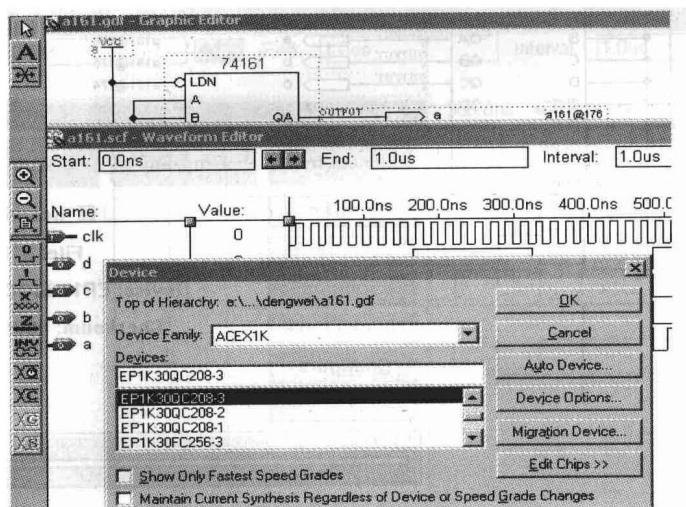

图 1-19 选择下载器件图
- (14) 选择下载器件：选择菜单 [Assign] | [Device]，在 [Device Family] 选系列（例如 ACEX1K 系列），在 Devices 下选器件（例如 EP1K30QC208-3），单击 [OK]，如图 1-19 所示。